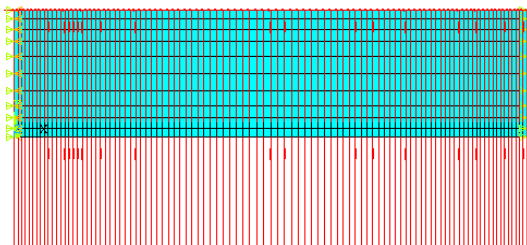

图 8-28 全部加载后的结果显示
②⑦ 依次选择 Utility Menu→Select→Everything，单击 Utility Menu→Plot→Elements，ANSYS 显示窗口将显示加载后的结果，如图 8-28 所示。
②⑧ 单击 ANSYS 工具条的“SAVE_DB”按钮保存数据。